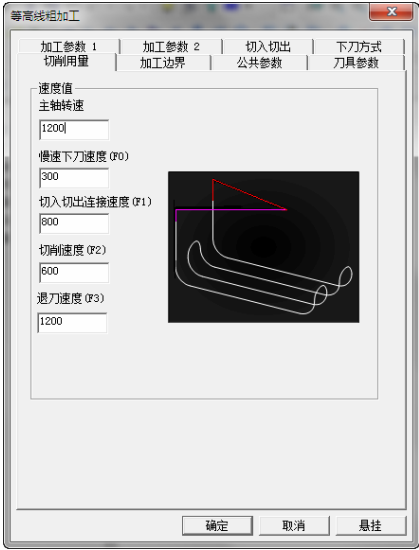

图 8-97 “切削用量”选项卡
5) 单击“切削用量”选项卡，设置“主轴转速”“慢速下刀速度”“切入切出连接速度”“切削速度”“退刀速度”具体参数数值如图 8-97 所示。